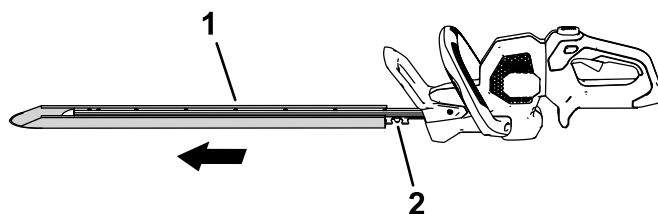

Figura 3
1. Rimuovete la copertura di protezione dalle lame (Figura 3).